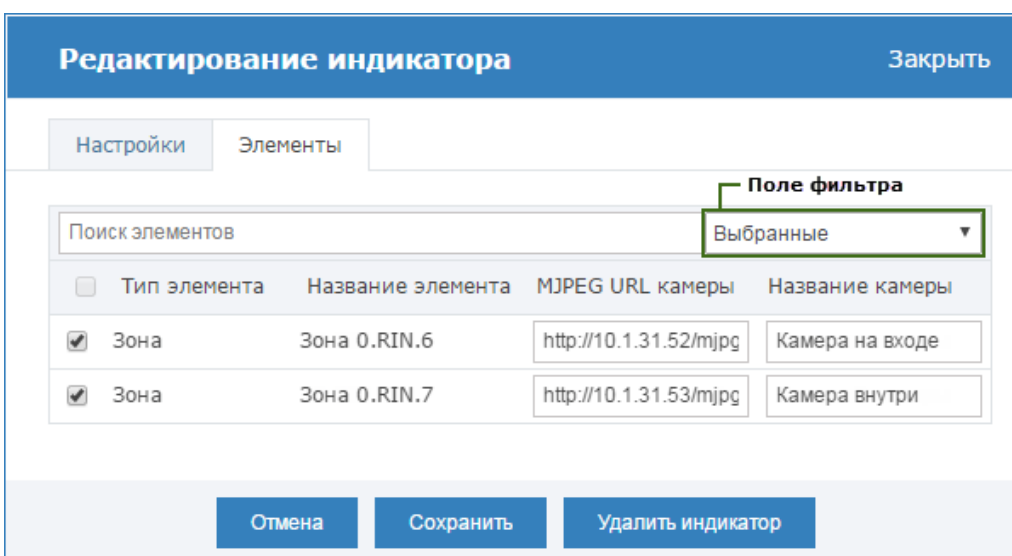

Рисунок 9.22 — Окно редактирования индикатора
7. При необходимости редактирования параметров индикатора, щёлкните левой клавишей мыши в месте установки индикатора, в отобразившемся окне **Редактирование индикатора** (рисунок 9.22) вы можете добавить или удалить элементы и отредактировать параметры индикатора. По окончании, нажмите на кнопку **Сохранить**.
8. При необходимости удаления индикатора, щёлкните левой клавишей мыши в месте установки индикатора, в отобразившемся окне (рисунок 9.22) нажмите на кнопку **Удалить индикатор**.